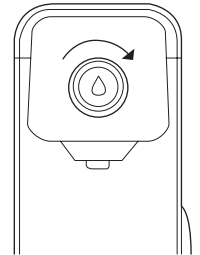

Figura 35.
2. Remueve el agua remanente en el interior del Purificador. Para ello, gira el botón frontal en sentido de las manecillas del reloj y, cuando deje de salir agua, ciérralo en sentido contrario a las manecillas del reloj (ver Figura 35).